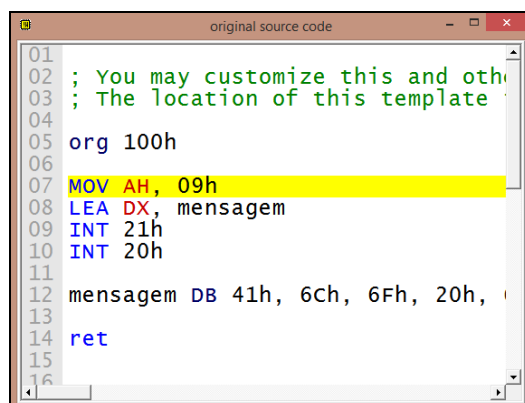
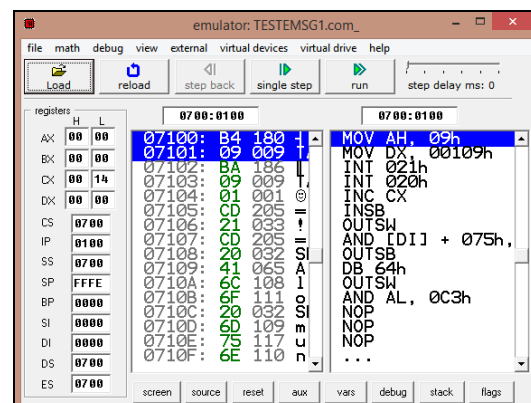

Figura 7.5 - Original source code.
Figura 7.6 - Janela emulator: TESTMSG1.com.
Nesta etapa do processo utilize a tecla de função **<F8>** para ver a execução de cada linha do programa. A primeira linha do programa indicada é a de código **MOV AH, 09h**. Neste momento, acione a tecla **<F8>** e observe que a linha de código **LEA DX, mensagem**, Figura 7.5, da janela **original source code** é indicada como **MOV DX, 00109h** em operação na janela **emulator: TESTMSG1.com\_**, Figura 7.6.
Note que na janela **emulator: TESTMSG1.com\_**, Figura 7.6, a execução do comando **LEA DX, mensagem** é indicada como sendo **MOV DX, 00109h** (semelhante ao que ocorreu no programa **Enhanced DEBUG**). Essa janela apresenta três áreas de trabalho importantes:
- ◆ A parte central exibe a execução do programa em linguagem de máquina por meio da indicação do endereço real de memória, que são os valores numéricos hexadecimais com cinco dígitos definidos na primeira coluna (na Figura 7.5 esse recurso está assinalado nas linhas **07100** e **07101**), os valores em hexadecimal na segunda coluna referente ao código de operação (*Opcode*) em execução (indicados na Figura 7.5 por **B4** e **09**, em que o valor hexadecimal **09** será movimentado para o registrador **AH**, sendo o valor hexadecimal **B4** o *Opcode* referente à ação da instrução **MOV AH**).
A Figura 7.6 apresenta algumas informações. Na área da direita é indicada a execução da instrução **MOV DX, 00109h** referente ao código-fonte **LEA DX, mensagem**. As áreas do centro e da direita da tela **emulate: TESTMSG1.com** são sinalizadas na parte superior das áreas central e da direita com os valores das posições de memória no formato **segmento:deslocamento**. O endereço físico **00109h** é o local onde se inicia o *string* da mensagem a ser apresentada.